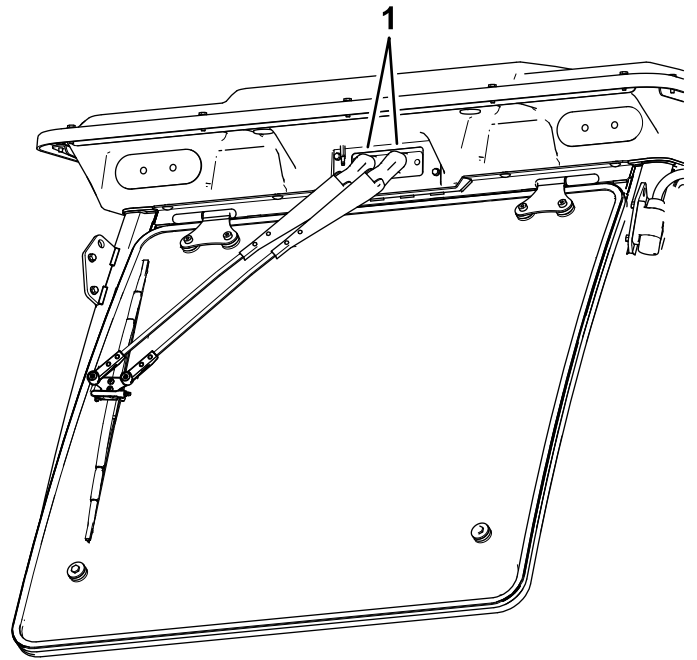

Figura 87
1. Abra los tapones en la parte superior de los brazos del limpiaparabrisas (Figura 87).